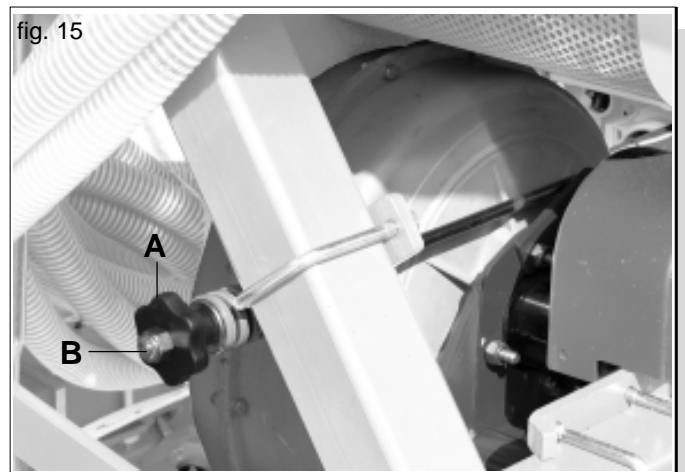
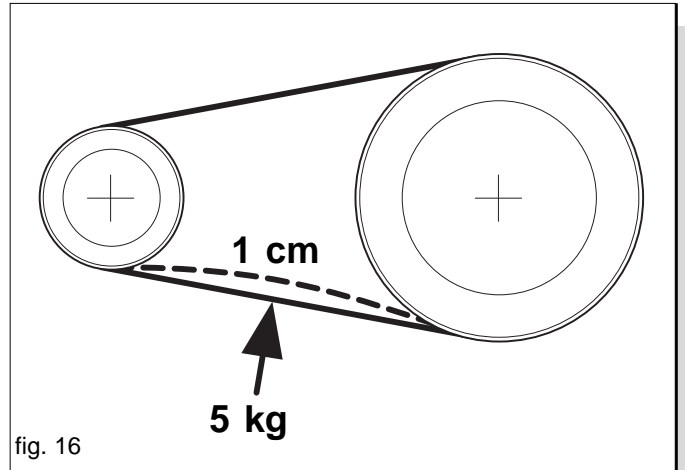

fig. 15
fig. 16
- 2) Ajustar el tensor de las correas usando la palanca (A Fig. 15). Presionar la correa, en la parte central entre las dos poleas, con una fuerza de 5 kg. La fuerza debe provocar una deformación max. de 1 cm (Fig.16) en cada correa.
Para sustituir las correas de transmisión, aflojar totalmente la tensión de las mismas usando la palanca (A Fig. 15).
Atención: NO QUITAR mai la tuerca B (Fig. 15).
- 1) Afloje las correas por medio de la palanca (A Fig. 15), desmonte las protecciones (A, B Fig. 11) y quite las correas de transmisión.